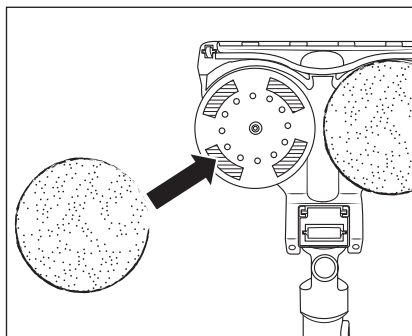

Rys. 16
- 1) Chwyć kłapkę zamykającą ❸³ zbiornika czystej wody ❸² palcami i wyciągnij ją do góry z otworu do napełniania zbiornika czystej wody ❸² (patrz rys. 16).
- 2) Nalej wodę kranową lub destylowaną do zbiornika czystej wody ❸² (patrz rys. 16).
- 3) Zamknij ponownie otwór do napełniania zbiornika czystej wody ❸², wciskając kłapkę zamykającą ❸³ w otwór napełniający.